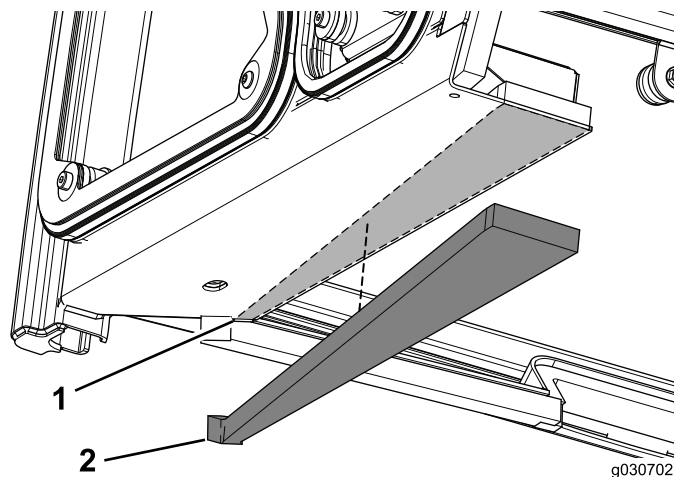

图12
1. 从驾驶室装置左前面边缘开始约 3mm 处，粘贴左泡沫密封条（图12）。